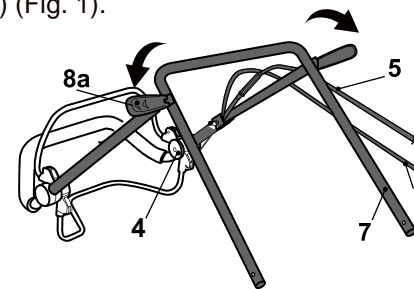

Fig. 1
1. Déposer les kits de montage (19) du support de poignée (20) et les garder à portée de main.
2. Vérifier que les leviers (8a) sont libérés, puis déplier la poignée supérieure (4) et la poignée inférieure (7) (Fig. 1).